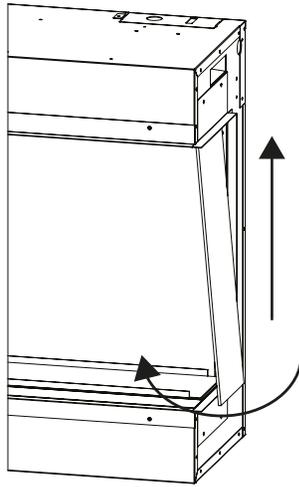

Figure 1.1
3. Faire pivoter le bord inférieur de la vitre latérale dans l'unité. Voir la figure 1.1.